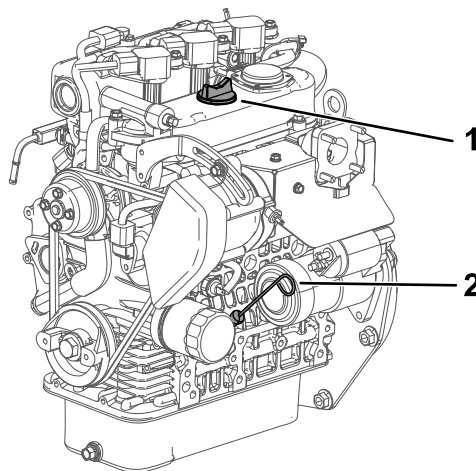

**Figura 15**
**Viscosidade do óleo do motor:** 10W-30; Escolha a viscosidade do óleo do motor de acordo com a temperatura ambiente da tabela na Figura 15.